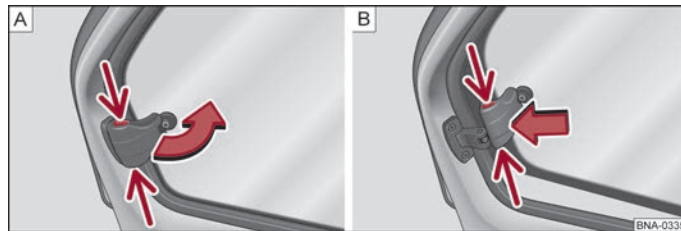

Bild 18 Fönster bak
- Fatta tag i spärren i ursparningen ⇒ bild 18 - A och öppna fönstret i pilens riktning.
- Lås fönstret i öppnat läge, genom att trycka spärren i pilriktningen ⇒ bild 18 - B.
- Fatta tag i spärren i ursparningen och dra motsatt pilens riktning ⇒ bild 18 - B.
- Stäng fönstret i utgångsläget motsatt pilens riktning ⇒ bild 18 - A, tills spärren hörbart klickar i.